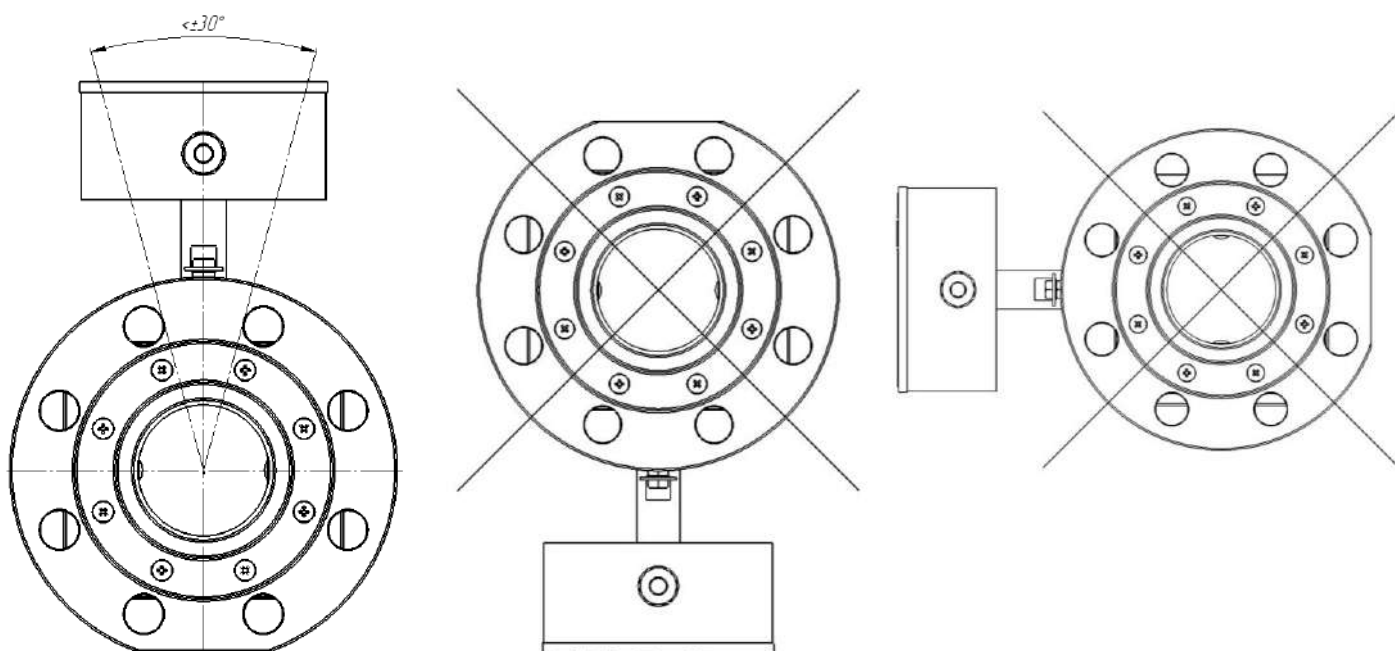

Рисунок 5 – Установка на горизонтальных участках трубопровода
③ На горизонтальных участках расходомер устанавливается **электронным блоком вверх**. Максимальное отклонение от вертикальной оси не более чем на 30 (см. рис. 5).